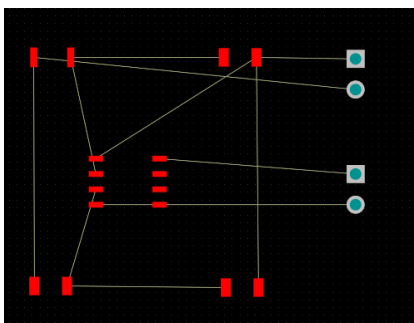

Fig. 3.14: Single Layer Mode: andere lagen verbergen.
- **Hide Other Layers** (zie Fig. 3.14): dit verbergt alle lagen behalve de actieve laag.